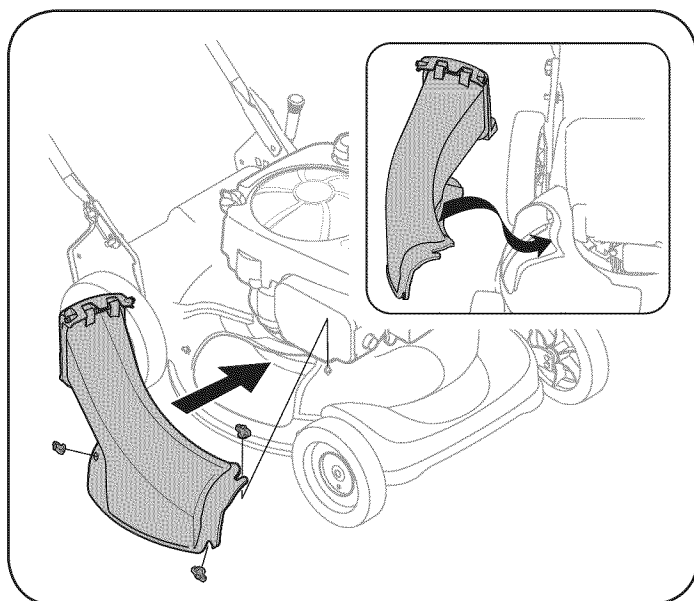

Figura 4
2. Reemplace con el adaptador de la bolsa colectora, asegurándose de que el labio frontal del adaptador encaje debajo del borde de la plataforma. Vea la Figura 4. Asegure con las tuercas de mariposa que extrajo antes.